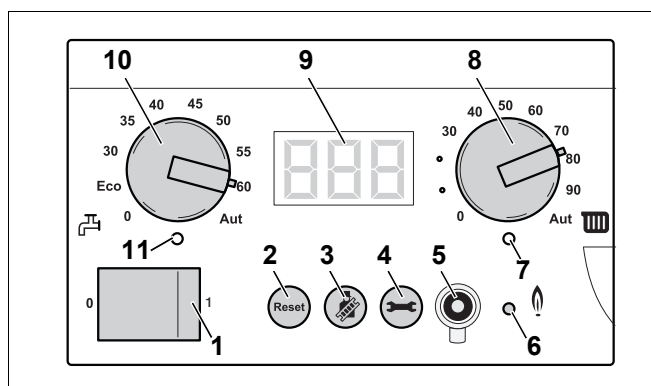

Bild 83 Grundkontroll BC10
- Koppla från värmeanläggningen med strömbrytaren på grundkontrollen Logamatic BC10 (bild 83, pos. 1).
- Koppla till värmeanläggningen med strömbrytaren på grundkontrollen Logamatic BC10 (bild 83, pos. 1).
- När lysdioden för brännaren (bild 83, pos. 6) har tänts väntar du en minut tills värmepannan körs med delbelastning.
- Tryck på knappen för skorstenssotning (bild 83, pos. 3) tills punkten slocknar på displayen.